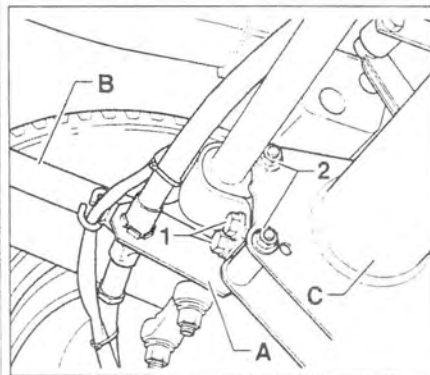

Рис. 6.14. Открутите гайки 2 и извлеките болты крепления из балки заднего моста. Болты 1 ослабляйте только при замене резиновых опор.
1. Открутите гайки 2 и извлеките болты крепления из балки заднего моста (рис. 6.14). Болты 1 ослабляйте только при замене резиновых опор.